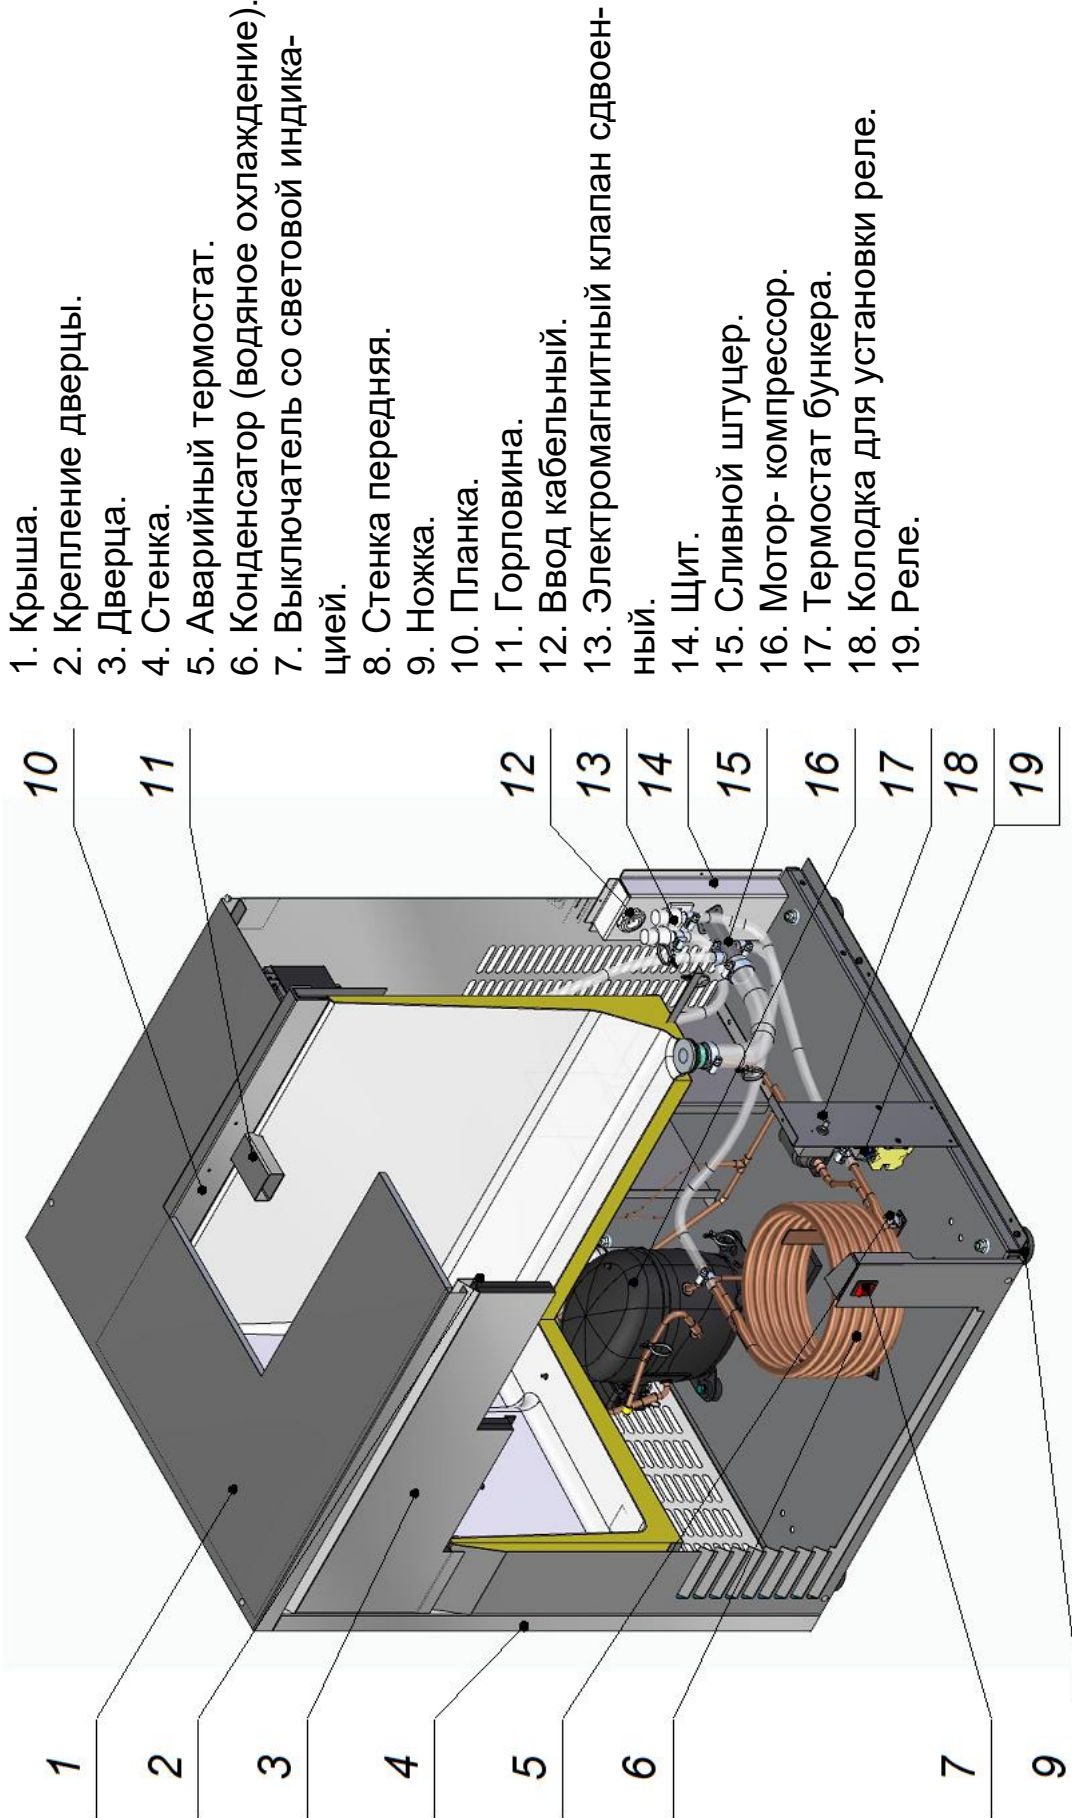

Рис. 1 Устройство льдогенератора ЛГ-150/40Г-01.
2.1.1 Устройство льдогенераторов гранулированного льда ЛГ-150/40Г-01 и ЛГ-150/40Г-02 приведено на рис. 1, рис. 2, рис.3.